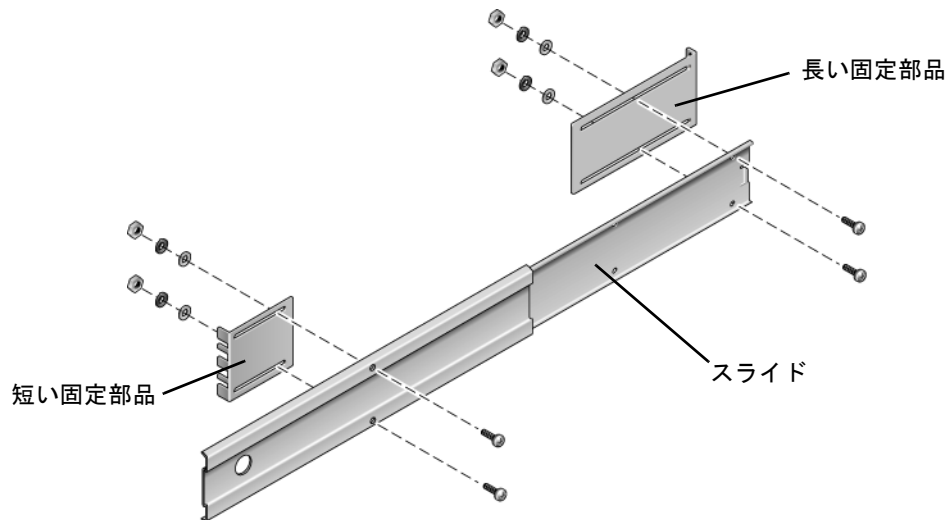

図 3-11 留め具へのスライドの固定
10. ラックの前面および背面でスライドを短い固定部品および長い固定部品に固定します (図 3-11)。